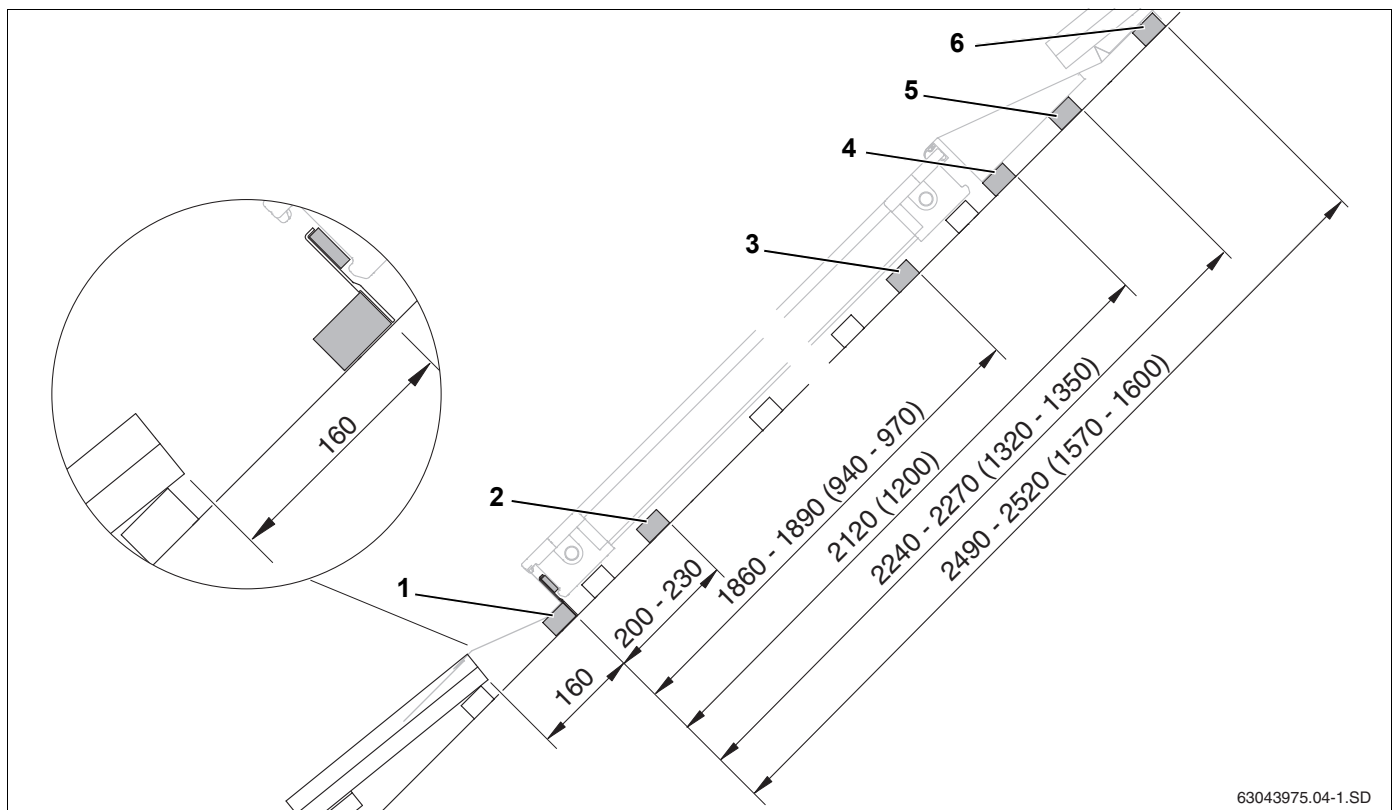

Рис. 14 Расстояния между дополнительными обрешетками при однорядном монтаже, (размеры в мм; значения в скобках = для горизонтального исполнения)
- ▶ Установите первую рейку обрешетки с креплениями от сползания (рис. 14, **поз. 1**).
- ▶ Внизу установите вторую рейку обрешетки для нижних боковых прижимов (рис. 14, **поз. 2**).
- ▶ Вверху установите третью рейку обрешетки для верхних боковых прижимов (рис. 14, **поз. 3**).
- ▶ Установите четвертую рейку обрешетки для поддержки клина из пенополистирола верхних накладных листов (рис. 14, **поз. 4**).
- ▶ Установите пятую рейку обрешетки для поддержки верхних накладных листов (рис. 14, **поз. 5**).
- ▶ Установите шестую рейку обрешетки для поддержки и крепления верхних накладных листов (рис. 14, **поз. 6**).
При многорядном монтаже коллекторов нужно обрешетку крыши первого ряда укладывать так же, как и для однорядного монтажа (рис. 14). 5-я и 6-я рейки для нижнего ряда не требуются.